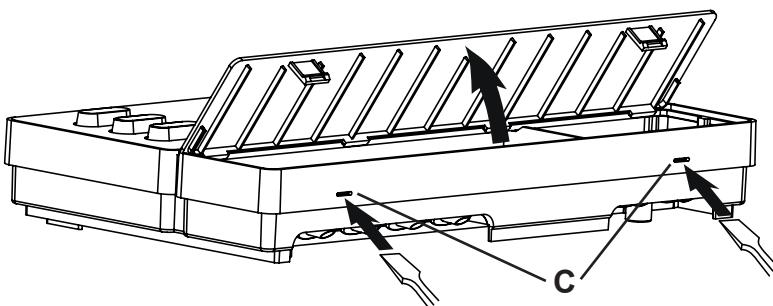

Bild2 Ta av locket
2. Tryck in klämlåsen **C** med en skravmejsel och ta av locket (se Abb.2).